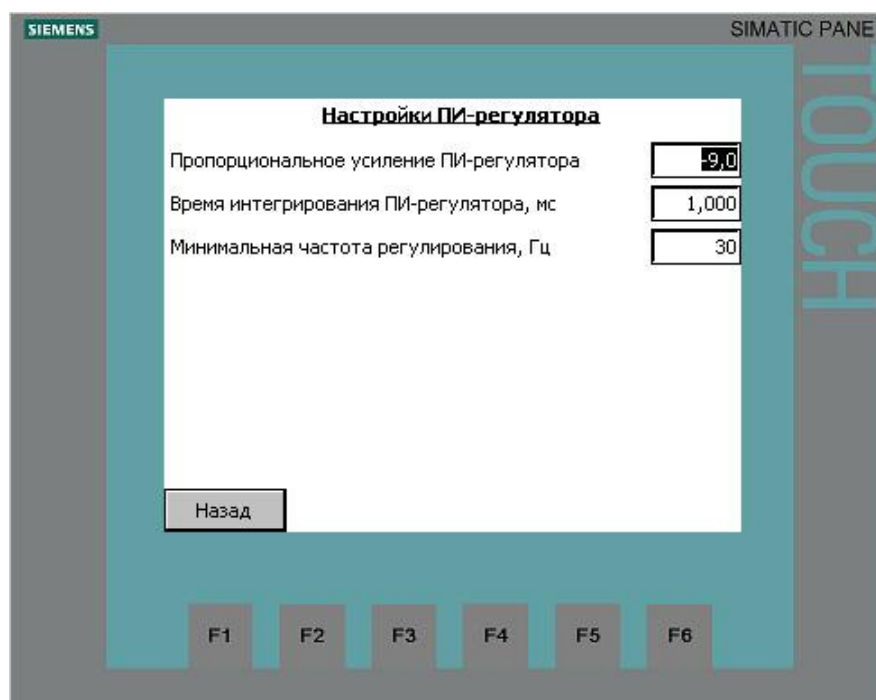

Рис. 15. Мастер наладки. Настройки ПИ-регулятора
- **ПИ-регулятор** (экранная кнопка) – окно настройки ПИ-регулятора системы управления. Кнопка активна только при наличии преобразователя частоты (рис.15).